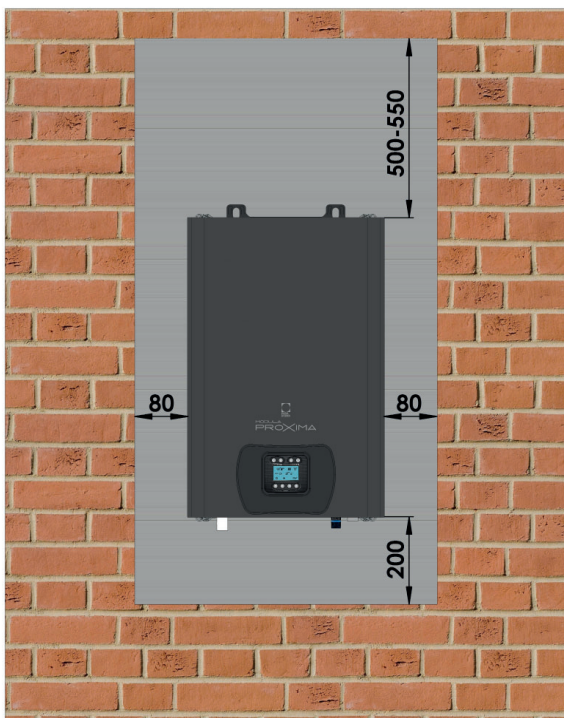

Fig. 18
- Installare l'apparecchio rispettando le distanze minime e gli spazi minimi di montaggio indicati in fig. 18 (anche per l'installazione all'interno di un armadietto).
Tenendo conto dell'ingombro della caldaia e delle note del cap. "norme generali", fissare alla parete la dima in cartone riportante gli schemi di connessione e fissaggio (fig. 18).